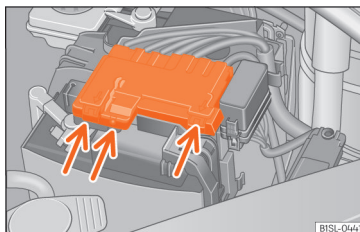

Abb. 188 Im Motorraum: Abdeckung für die Fahrzeugbatterie abnehmen.
- Auf die Laschen »» » **Abb. 188** (Pfeile) in Pfeilrichtung drücken und die Batterieabdeckung nach oben abnehmen.